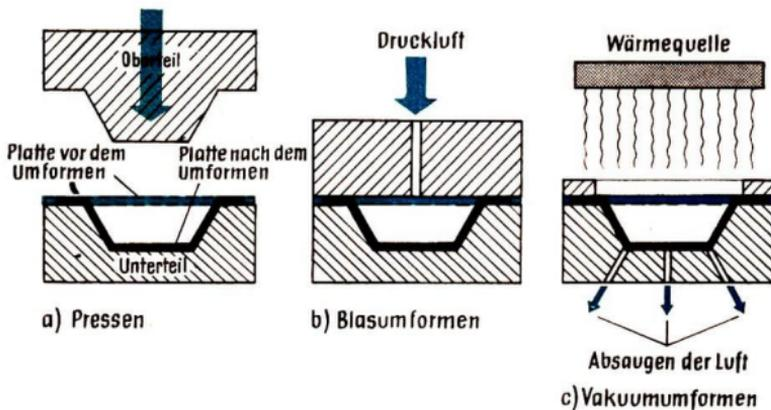

Bild 13 Umformungsarten
Spanlos umgeformt werden PVC-hart-Platten und -Folien durch Tiefziehen (Seite 101) oder Pressen, Biegen, Blausumformung (Überdruck) und Vakuumumformung (Unterdruck) (Bild 13).
10. Worin besteht der Unterschied zwischen den verschiedenen Umformungsarten, die in Bild 13 dargestellt sind?